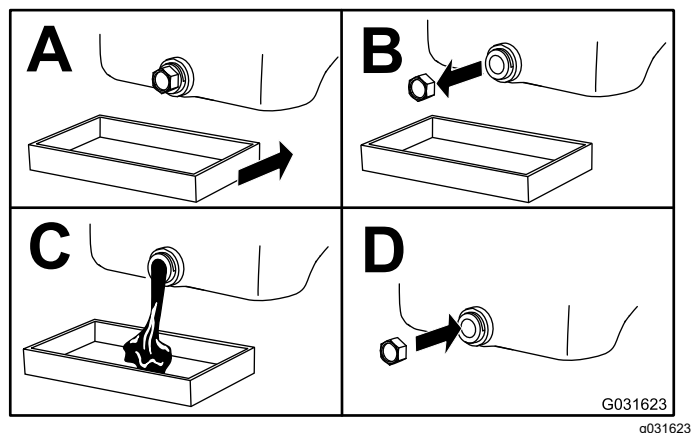

Figura 43
4. Cambiate l'olio motore come mostrato in Figura 43.